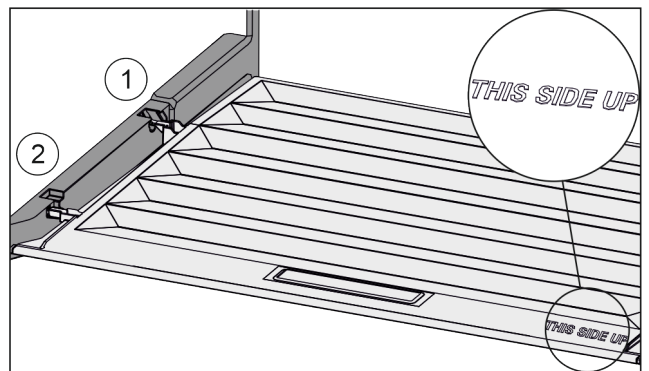

Fig. 55
- Introduire les rainures du couvercle par l'orifice du support arrière Fig. 55 (1) et les enclencher à l'avant dans le support Fig. 55 (2).